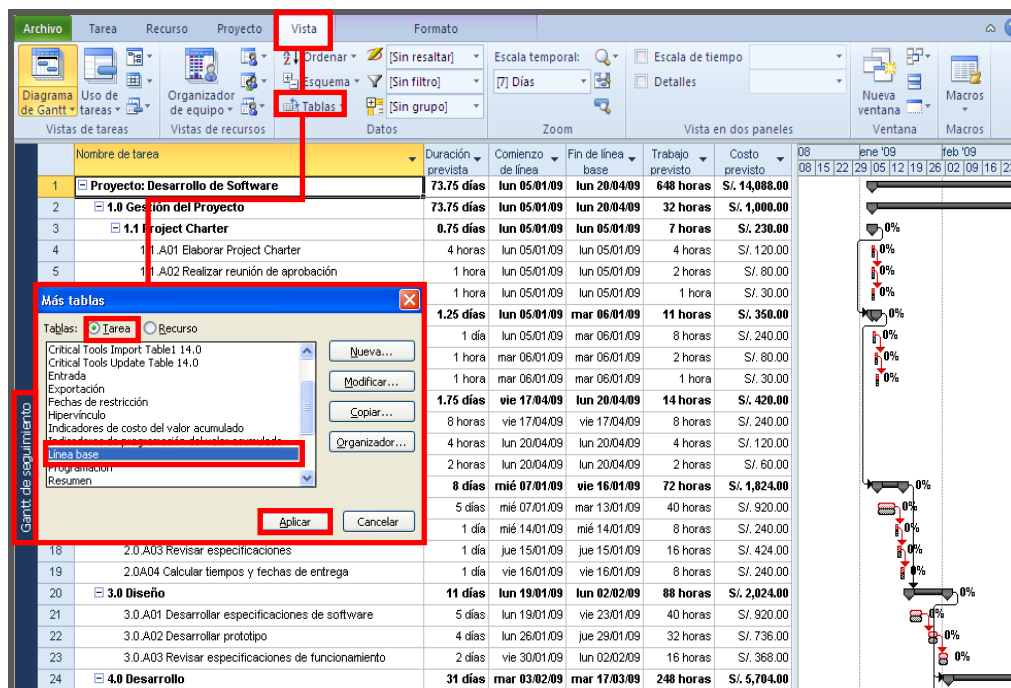

FIGURA 7: Vista Gantt de Seguimiento con la Tabla Línea Base.
2. En el cuadro de Diálogo "Más Tablas", marque la opción "Tarea", en la lista de tablas, seleccione "Línea Base" » Luego haga clic en "**Aplicar**". A continuación en el "área de texto", se mostrará columnas de los valores de la tabla Línea Base y en el área gráfica temporal se mostrará la Vista Gantt de Seguimiento (Figura 7).